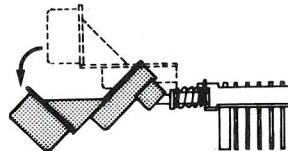

Fig. 5. Detalj, utmontering, kassettdel
**Merk!** Trykk-knappene for MIC, CHR og DNF kan under ut- og innmontering vippes ut av posisjon (se fig. 5).